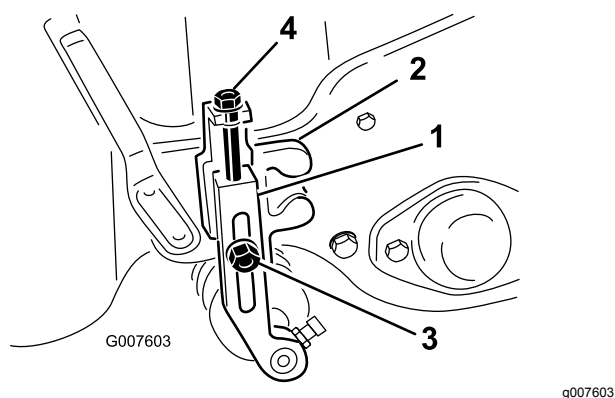

Figura 54
2. Afloje las contratuercas que sujetan los brazos de ajuste de la altura de corte a los soportes de ajuste (Figura 54).